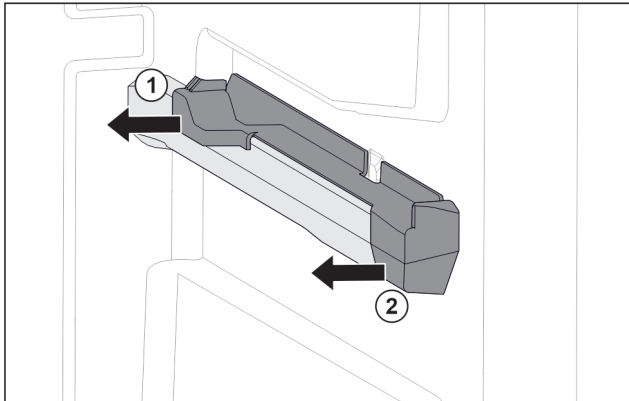

Fig. 97 Insteekdeel op rechter containerrib
- ▶ Insteekdeel achter naar de zijkant toe eraf trekken. Fig. 97 (1)
- ▶ Insteekdeel voor naar de zijkant toe eraf trekken. Fig. 97 (2)